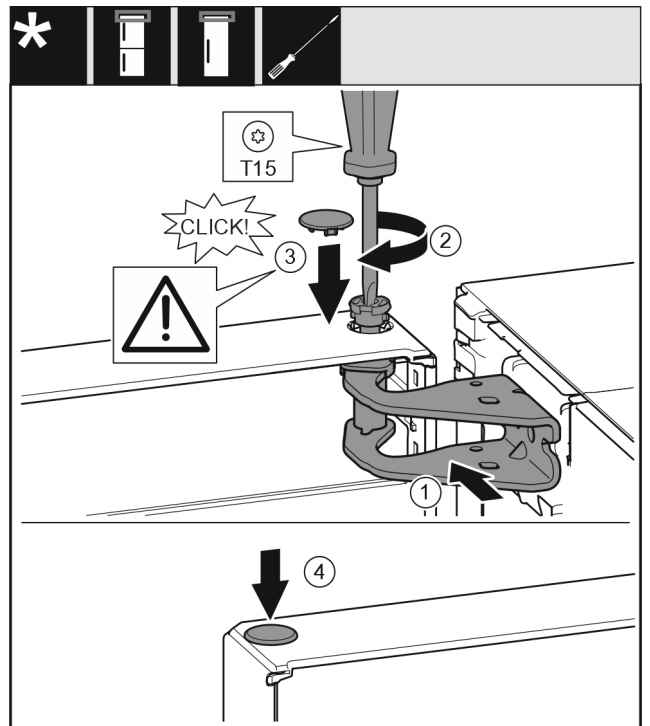

Fig. 18
- ▶ 将门的上方对准托架中的开口。Fig. 18 (1)
- ▶ 放入螺栓并用 T15 螺丝刀拧紧。Fig. 18 (2)
- ▶ 安装冰箱门安全装置的安全盖：放入安全盖并检查其是否紧贴门上。否则，需将螺栓完全插入。Fig. 18 (3)
- ▶ 放上堵头。Fig. 18 (4)